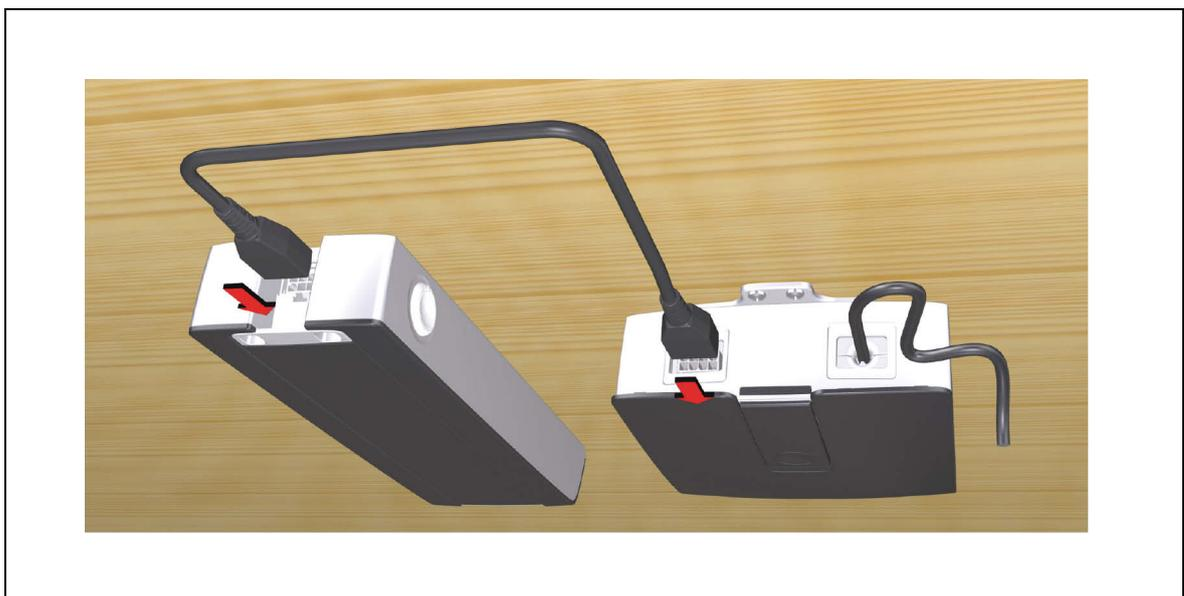

Abbildung 7 Beispiel: Anschluss der CONTROL UNIT HE-300 an das POWER SUPPLY HE-300 SMPS
- 1 Schließen Sie die CONTROL UNIT HE-300 an das externe DewertOkin POWER SUPPLY, wie in Abbildung 7 gezeigt. Benutzen Sie dazu die entsprechende DewertOkin Anschlussleitung.